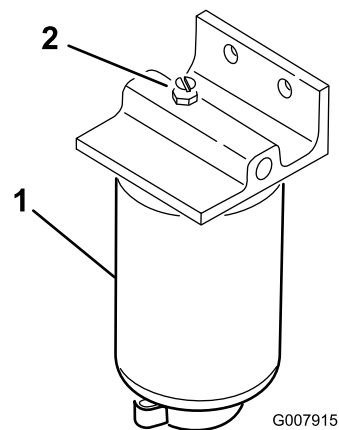

Figura 35
3. Aprite il tappo di sfogo sul filtro carburante/separatori di condensa (Figura 35).